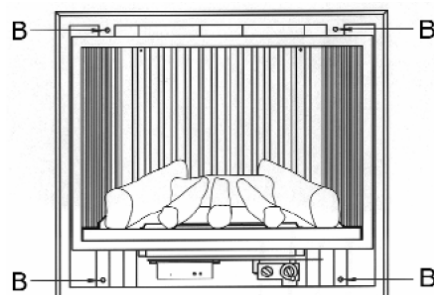

Fig.14
- 2) Verwijder het achterkader door de 4 schroeven B (zie fig. 14) los te draaien.